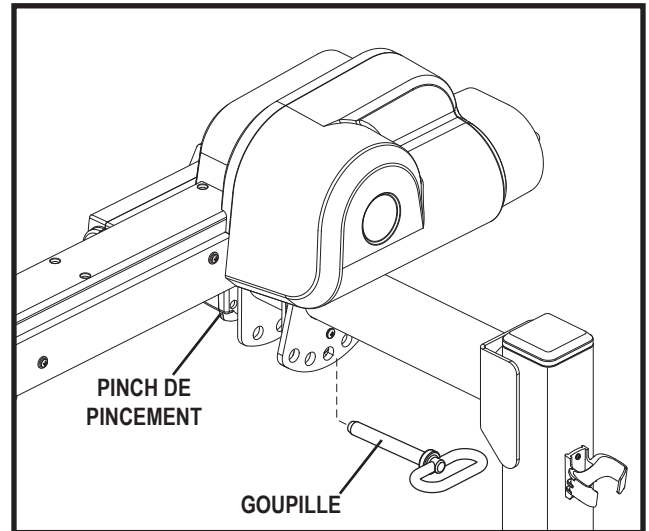

Figure 4. Fixation du bras de flèche
NOTE: L'angle de la flèche peut être réglé pour tenir compte de certaines limitations d'hauteur. Voir la figure 4.
2. Retirer la goupille de verrouillage située entre la flèche et le montant supérieur. Guider la flèche vers le haut ou vers le bas jusqu'à la position désirée. **Voir la figure 4.**
3. Réinsérer la goupille de verrouillage dans la partie supérieure du montant supérieur pour fixer la flèche en place. **Voir la figure 4.**